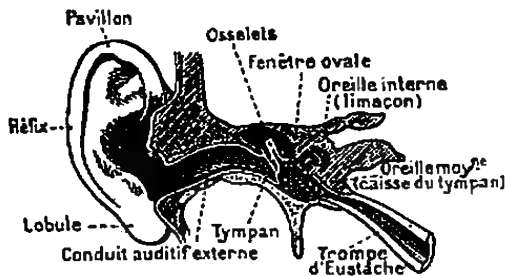

Fig. 159. — Coupe de l'oreille.
7. L'oreille (fig. 159) est l'organe de l'ouïe. — Elle comprend trois parties : l'oreille *externe*, l'oreille *moyenne* et l'oreille *interne*.